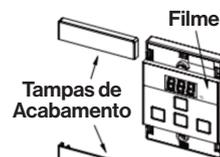

Fig. 4
7. Remova a película protetora da face do controlador e recolque as placas de cobertura (Fig. 4).